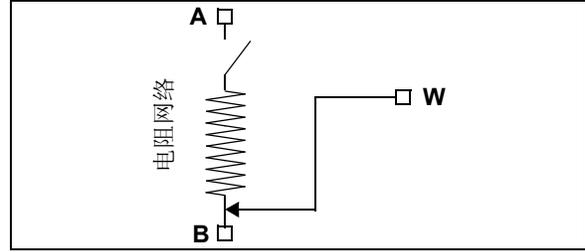

图 5-11: 电阻网络关断状态 (R0HW = 0)
- P0W 接线端同时连接到 P0B 接线端 (见 图 5-11)